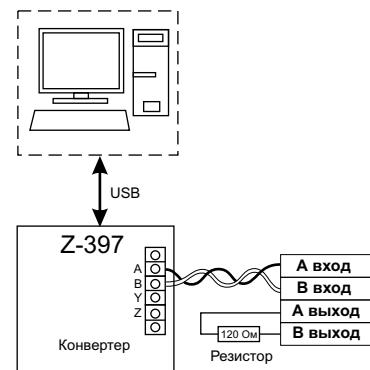

Рис.4 Выбор протокола передачи.
- при подключении по RS-485 один провод витой пары подключается на A, второй на B (Рис.4).
Считанный номер идентификатора передаётся на выходы DATA1 и DATA0 по протоколам iButton или Wiegand-26 в зависимости от выбора протокола передачи (рис.4), а также на "A вход" и "B вход" по интерфейсу RS-485 (рис.5).